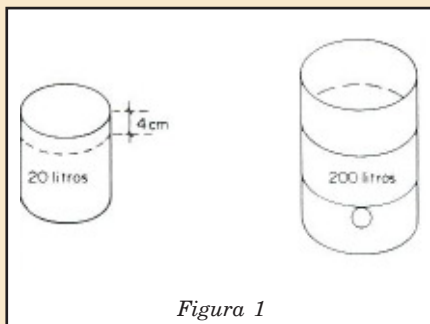
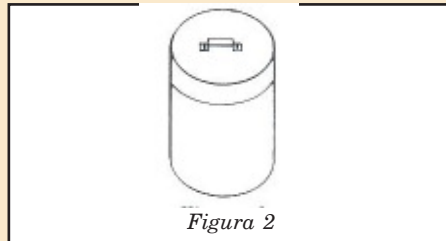

Figura 1
Figura 2
- Cortar o tambor de 20 litros no sentido circular 4cm abaixo da superfície da tampa (Figura 1). Com um martelo, rebater as bordas internas para que a parte cortada se encaixe como uma tampa (Figura 2).